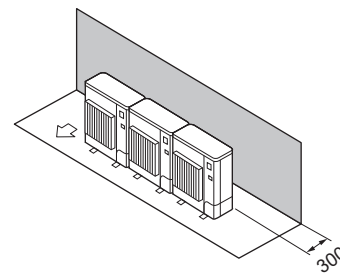

Fig. 2-13
- (1) Obstáculos apenas na parte de trás (Fig. 2-13)